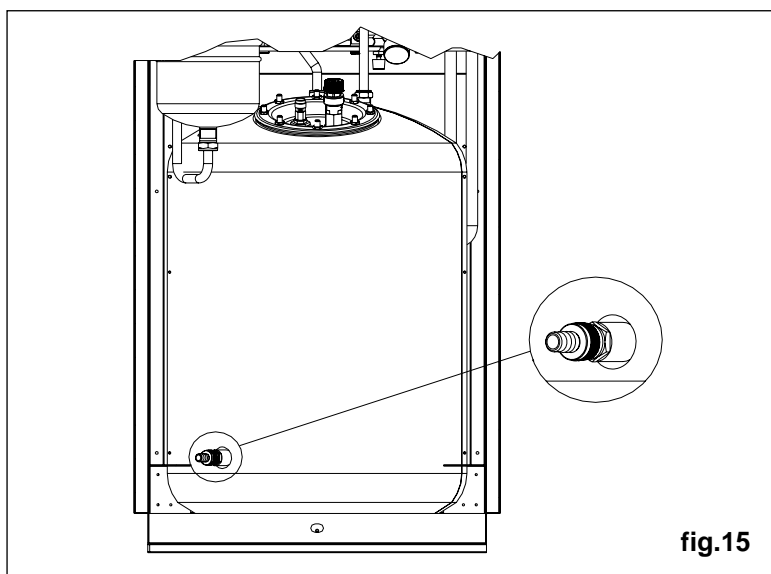

fig.15
- Ouvrir le robinet de vidange du préparateur situé sur la partie inférieure du préparateur (fig.15).